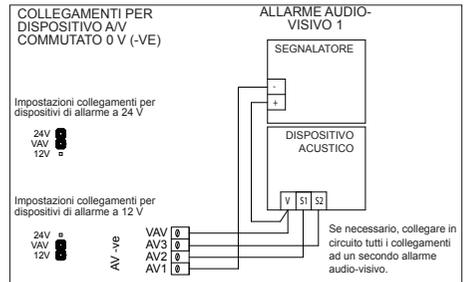

Figura 2.16 Collegamenti per azionamento AV
La Figura 2.16 mostra un tipico schema di cablaggio per allarmi audio-visivi (AV); nell'esempio è raffigurato un dispositivo acustico bi-tonale. L'azionamento AV dal Gasmaster è in grado di fornire fino a 650 mA, equivalenti a due allarmi AV per impiego generico. È possibile alimentare un gran numero di segnalatori a LED; contattare Crowcon per informazioni.
Gasmaster è compatibile con allarmi AV 12 V CC o 24 V CC (è possibile impostare Gasmaster per uscita a 12 V o a 24 V, ma non entrambe); per i collegamenti fare riferimento alla Figura 2.16.